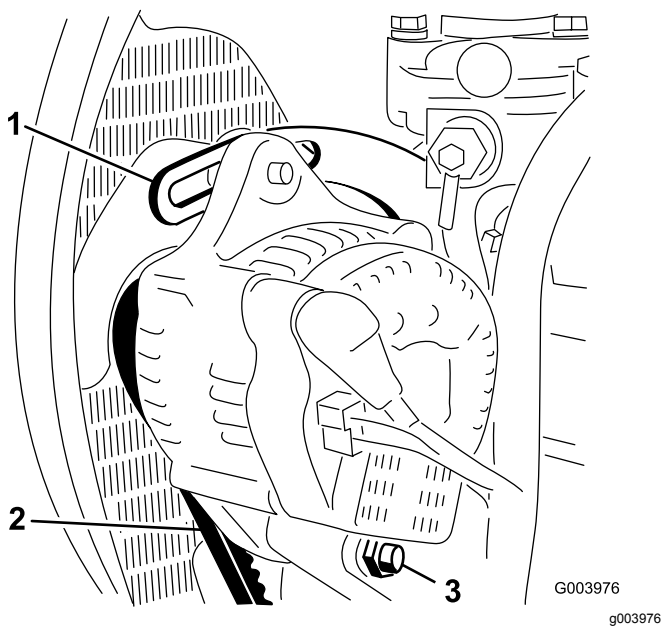

図 65
2. オルタネータ側プーリとクランクシャフト側プーリ間の中央部でオルタネータベルト **図 65** を指で10kg程度の力で押してベルトの張りを点検する。
3. ブレースをエンジンに固定しているボルト **図 65** と、オルタネータをブレースとピボットボルトに固定しているボルトをゆるめる。